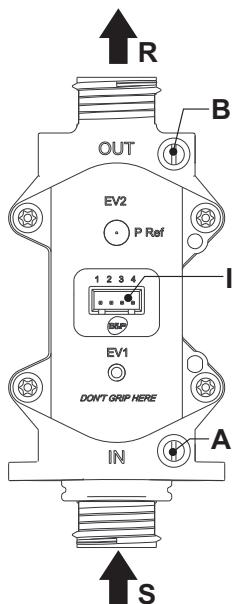

Рис.12 - Газовый клапан
- Подключите подходящий манометр к штуцеру измерения выходного давления «B» (см. Рис.12) на газовом клапане.